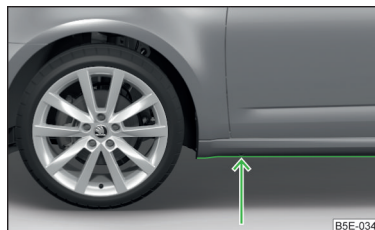

Fig. 142
- Înainte de traversarea zonei inundate, stabiliți adâncimea apei. Nivelul apei poate să ajungă maxim până la marginea inferioară a pragului » fig. 142.